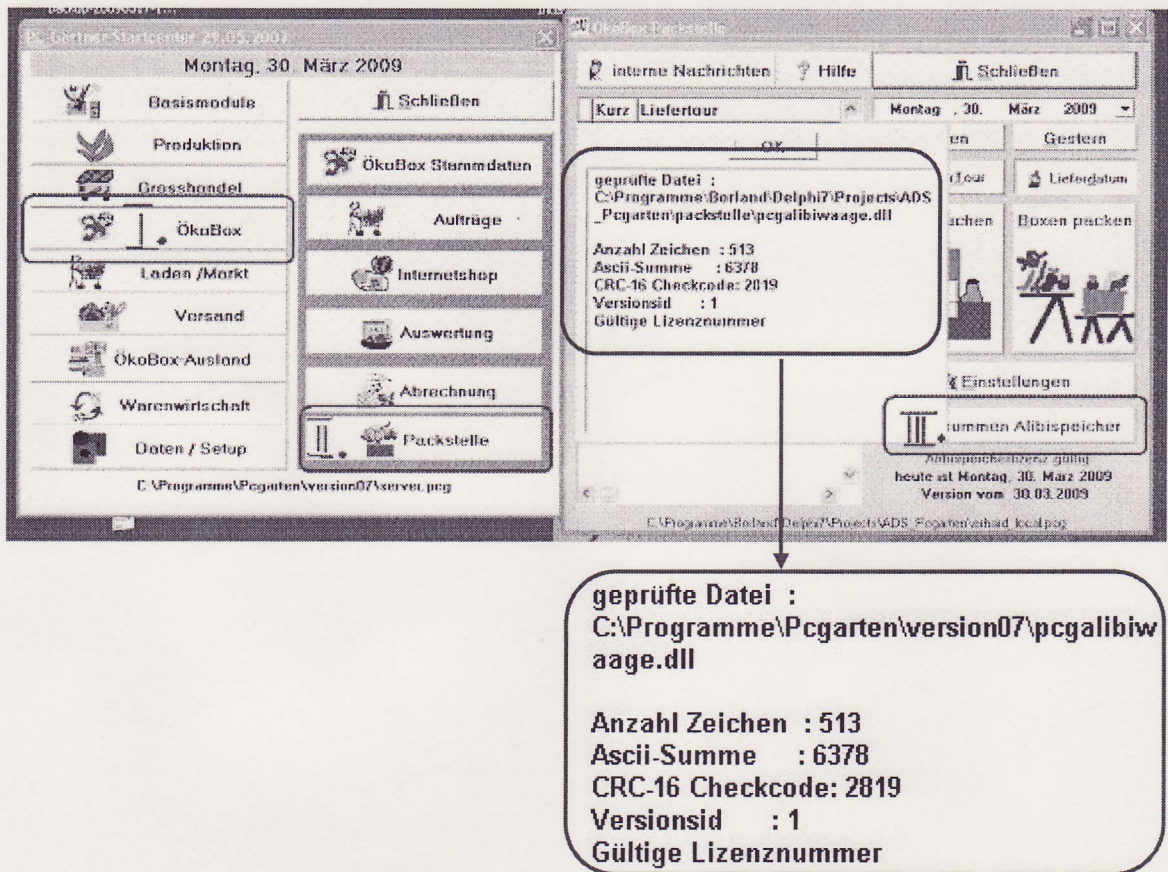

Abb. 4: Darstellung der Warenwirtschaft „PC-Gärtner“
- Die Software-Identifikation kann wie folgt kontrolliert werden (s.a. Abb. 4):